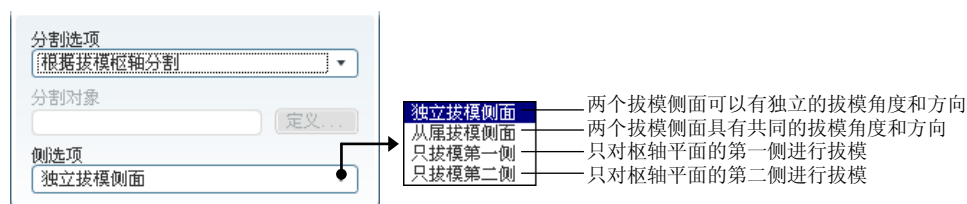

图 5.15.17 “分割”界面
(2) 选取侧选项：在该界面的 **侧选项** 列表框中选取 **独立拔模侧面**，如图 5.15.17 所示。